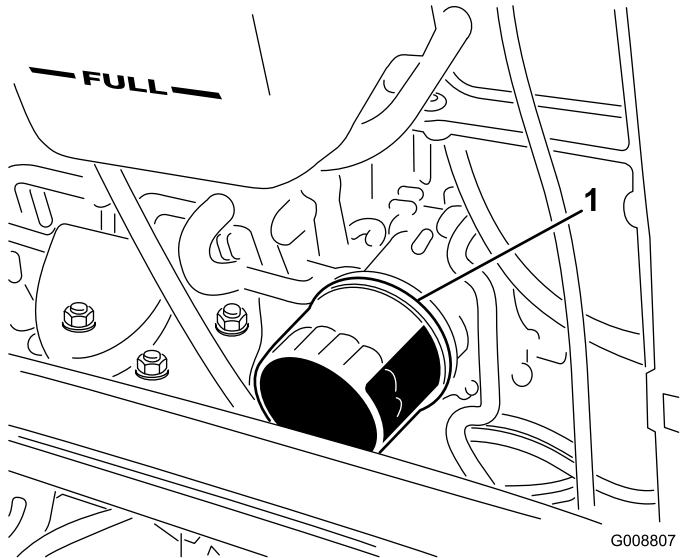

Bild 90
4. Entfernen Sie den Ölfilter (Bild 90).